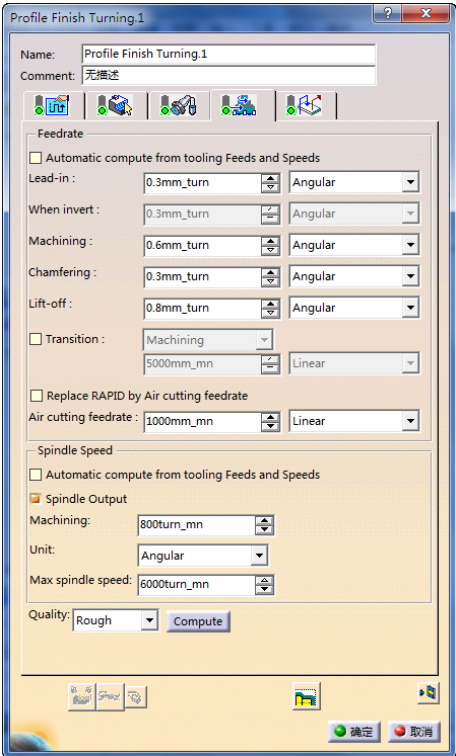

图 7-36 进给率参数选项卡 (2)
4) 定义进给率。单击“Profile Finish Turning.1”对话框中的, 切换到进给率参数选项卡(2), 如图 7-36 所示。